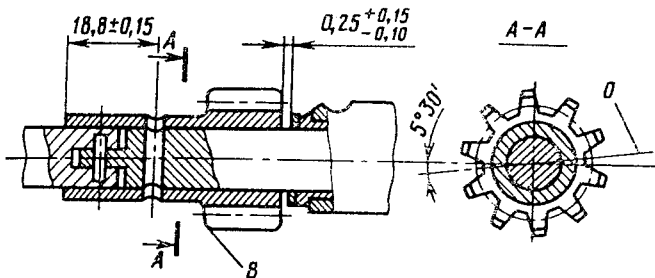

Bild 61. Lage des Antriebsrades an der Welle:
2. Zahnrad nach Verbinden der Verteilerantriebswelle 10 mit der Zwischenwelle 3 für Ölpumpenantrieb und Aufsetzen der Druckscheibe 7 auf die Welle aufpressen, wobei ein Spiel zwischen der Druckscheibe und dem Verteilerantriebsrad von  $0,25^{+0,15}_{-0,10}$  mm (Bild 61) einzuhalten ist.